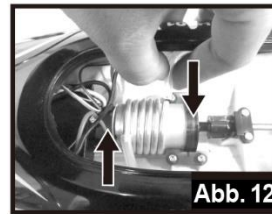

Abb. 12
12. Wiederanschießen des Kühlschmierstoffschlauchs (Abb.12)